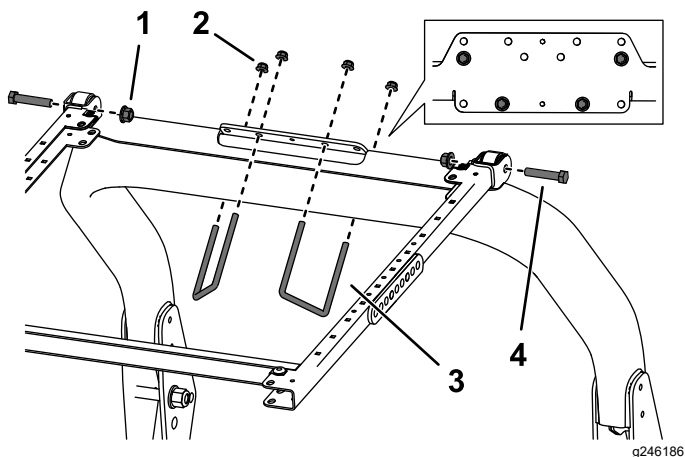

Figura 35
- Usando los taladros de montaje indicados en la Figura 35, monte el soporte de montaje del ROPS en la parte superior de la barra antivuelco con 2 pernos en U (3½" x 5") y 4 tuercas con arandela prensada.
- Coloque el soporte de montaje del ROPS encima de la barra antivuelco de la unidad de tracción (Figura 35). Asegúrese de que la barra antivuelco está centrada en el soporte de montaje del ROPS.